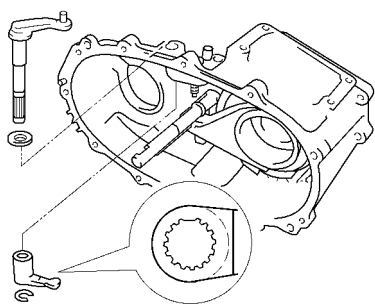

图 12-35 将内换挡杆装到换挡杆轴上
1) 将平垫圈和换挡杆轴装到前外壳上，并使换挡杆轴的花键和内换挡杆的花键对准，将内换挡杆装到换挡杆轴上，如图 12-35 所示。